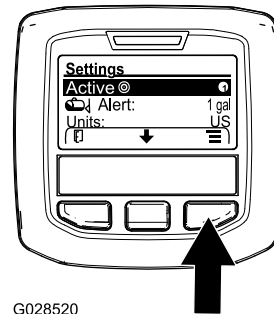

Figura 69
2. Premete il pulsante di selezione centrale per evidenziare le impostazioni del volume di applicazione attivo (Figura 69).
3. Premete il pulsante di selezione destro per passare tra il volume attivo 1 e il 2 (Figura 69).